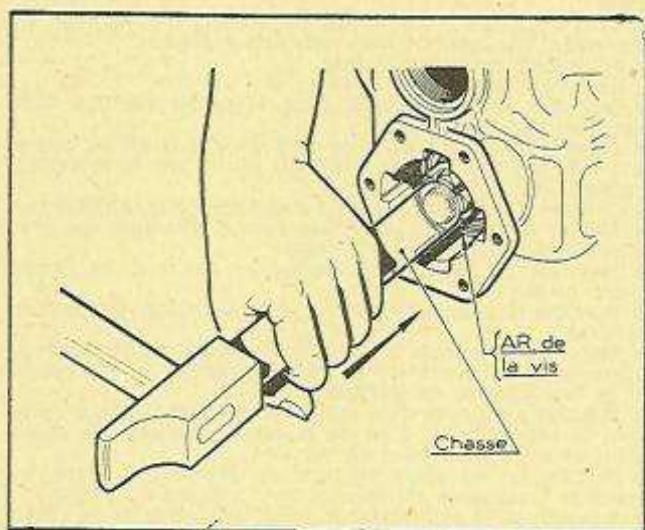

Fig. 54. — Démontage de la vis.
- Frapper sur l'arrière de la vis, avec une chasse, et sortir l'ensemble par l'avant (fig. 54).